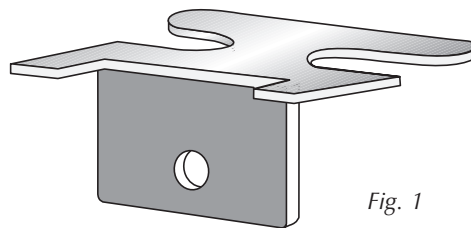
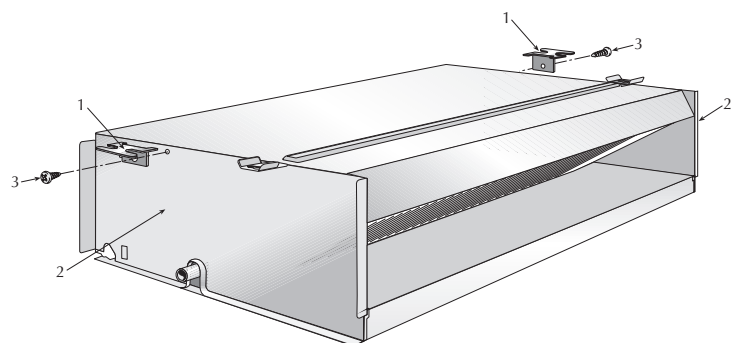

Fig. 1
Fig. 3
- le staffe AMP10 (fig.1) devono essere applicate alle fiancate del telaio (2 fig.3) con una vite (a corredo) (3 fig.3);
- les étriers AMP10 (fig.1) doivent être appliqués sur les flancs de la carrosserie (2 fig.3) à l'aide d'une vis (fournie) (3 fig.3);
- secure AMP10 brackets (fig. 1) to the side of the unit (2 fig. 3) by means of a screw (provided) (3 fig. 3);
- Die Bügel AMP10 (Abb. 1) werden an den Seitenwänden des Rahmens (2 Abb. 3) mit einer Schraube (im Lieferumfang enthalten, 3 Abb. 3) befestigt.